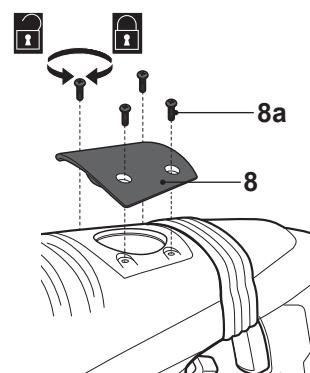

Fig. 8
- > Desaperte os parafusos (8a) com uma chave de fendas cruzada e retire-os junto com a tampa da caixa de velocidades (8) (Fig. 8).
- > Coloque novamente a tampa da caixa de velocidades (8) na ferramenta e aperte os parafusos (8a). Comprove que fica bem apertada.